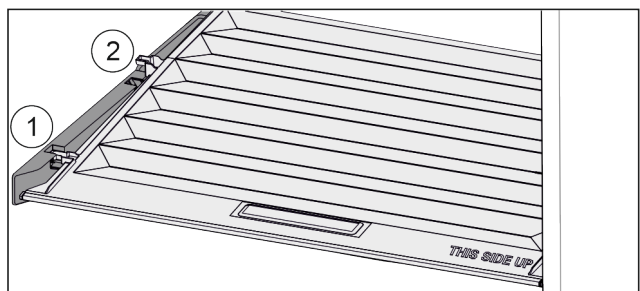

Fig. 45
- ▶ Tirer le couvercle vers l'avant jusque dans l'orifice des pièces de retenue Fig. 45 (1).
- ▶ Le soulever par le bas à l'arrière et le sortir par le haut Fig. 45 (2).